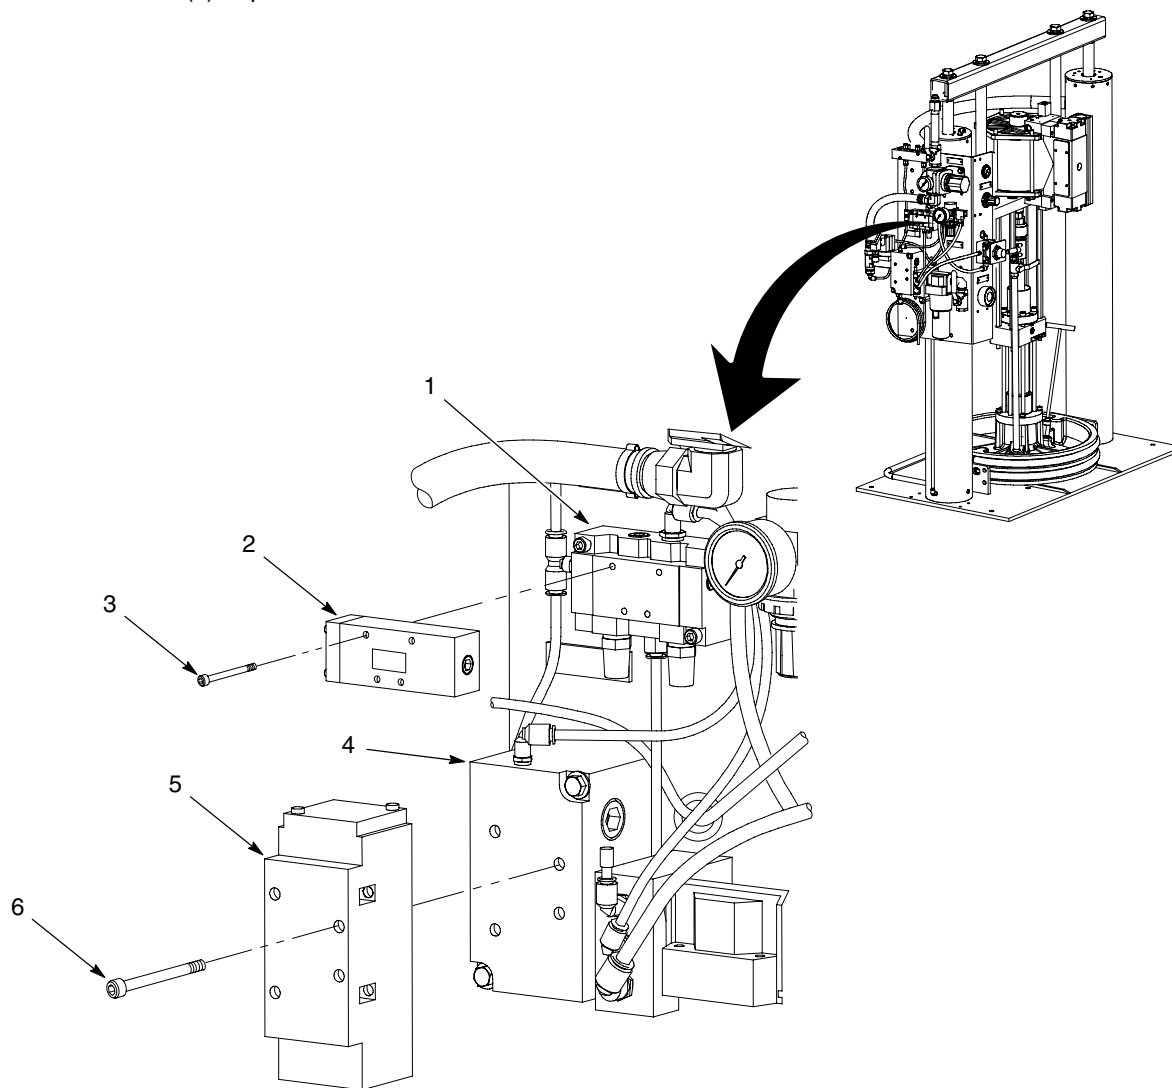

Figura 7 Instalación de la válvula de control del motor de aire típica y de la válvula de aire Logic
Ver la figura 7. Instalar la válvula de control del motor de aire deseada (5) en la base del distribuidor de válvula (4) utilizando los tornillos (6). Apretar bien los tornillos.
Ver la figura 7. Instalar la válvula de aire Logic deseada (2) en la base del distribuidor correspondiente (1) empleando los tornillos (3). Apretar bien los tornillos.